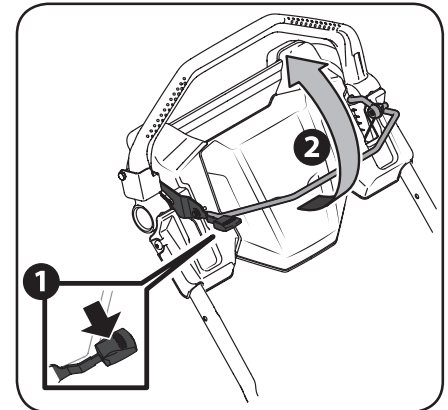

Figura 3-4
1. Una vez que el motor está en funcionamiento, oprima la palanca de bloqueo. Vea la Figura 3-4.
2. Tire del control de las cuchillas hacia atrás contra el control de la transmisión. Vea la Figura 3-4.